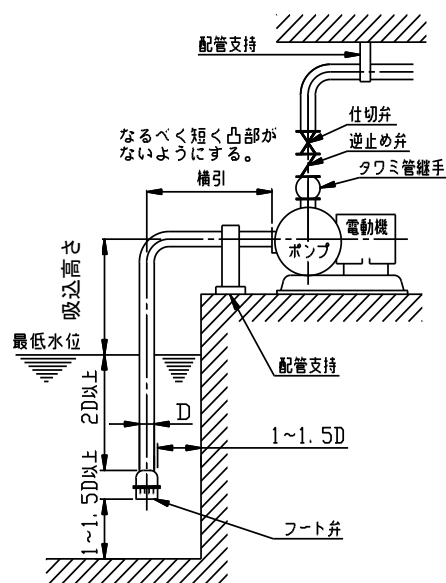

図 2
(1) 取扱液に異物（配管の切粉や砂等）が混入する恐れがある場合は、吸込側にストレーナを取付けてください。また、ストレーナが目詰まりしないよう、定期的に清掃してください。
(2) ポンプに、吸込配管と吐出し配管の荷重がかからないよう、図2のように十分な配管支持をしてください。
(3) 配管が長い場合、実揚程が高い場合、自動運転の場合、圧力タンクへの送水の場合、及び2台以上のポンプの並列運転の場合には、必ず逆止め弁を取付けてください。逆止め弁は、ポンプ本体と吐出し仕切弁の間に取付けてください。
(4) 装置上どうしても空気だまりが避けられない箇所には、空気抜き弁を取付けてください。ただし、吸込配管などで負圧になる所には取付けしないでください。逆に空気を吸込みます
(5) 配管を保温する場合、電動機部は絶対に保温を避けてください。
(6) 熱源の近くにポンプを据付ける場合、熱源からの熱がポンプに伝わらないようにしてください。
(7) 水撃（ウォーターハンマ）がおこる危険性のある場合は、急閉逆止め弁を設けるなどの対策を施してください。
(8) 冷温水循環用で配管系が密閉サイクルの場合は、膨張タンクや安全弁などを設けてください。
(9) このポンプには、吸込側のゲージの取付け口が附属されておりません。ゲージの取付け口は、御客様で御用意ください。なお、特別附属品としてゲージの取付けが可能な相フランジ（Bタイプ）を用意していますので、ご用意ください。
(10) 吸上げの場合
(a) 吸込配管の末端は、図2のように最低位水位から管径（直径）の2倍以上深く、壁面および底より1～1.5倍以上離してください。